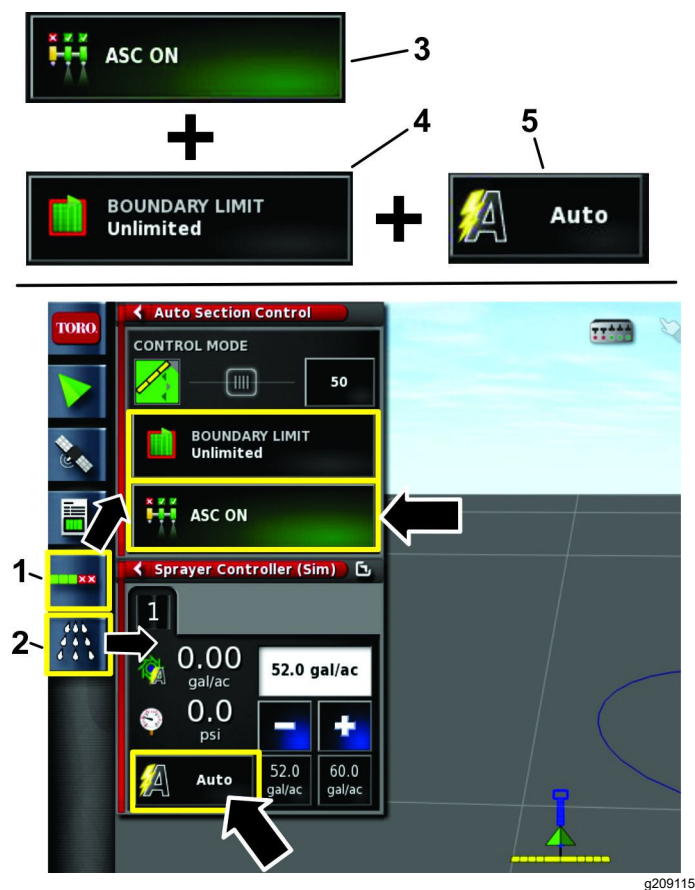

Figura 23
1. Selezionate l'icona Configurazione controllo automatico delle sezioni e l'icona di controllo dell'irroratrice (Figura 23).
2. Selezionate l'impostazione ON dell'icona ASC, l'impostazione ILLIMITATO come limite confini e l'impostazione AUTO come controllo del volume (Figura 23).